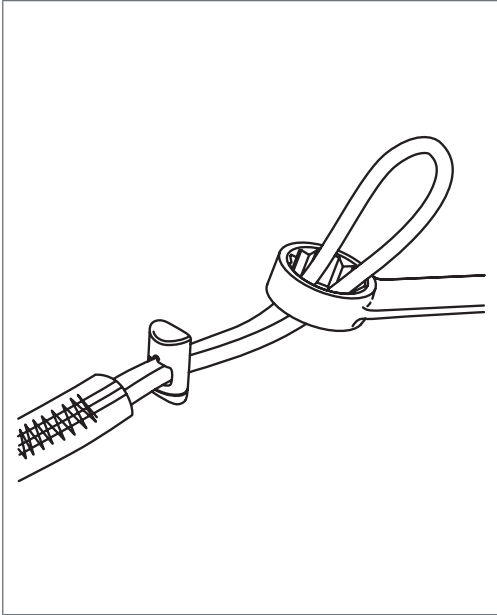

Fig. 1
1. Haga pasar el anillo de la atadura por el punto de enganche de la herramienta. (Figure 1)